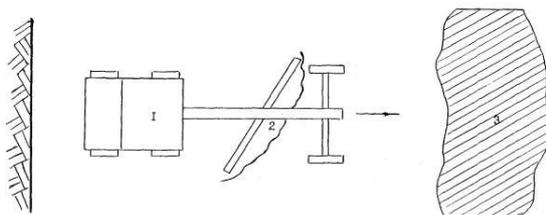

Рис. 8
14. На рис. 8 позиция 2 представлена схема